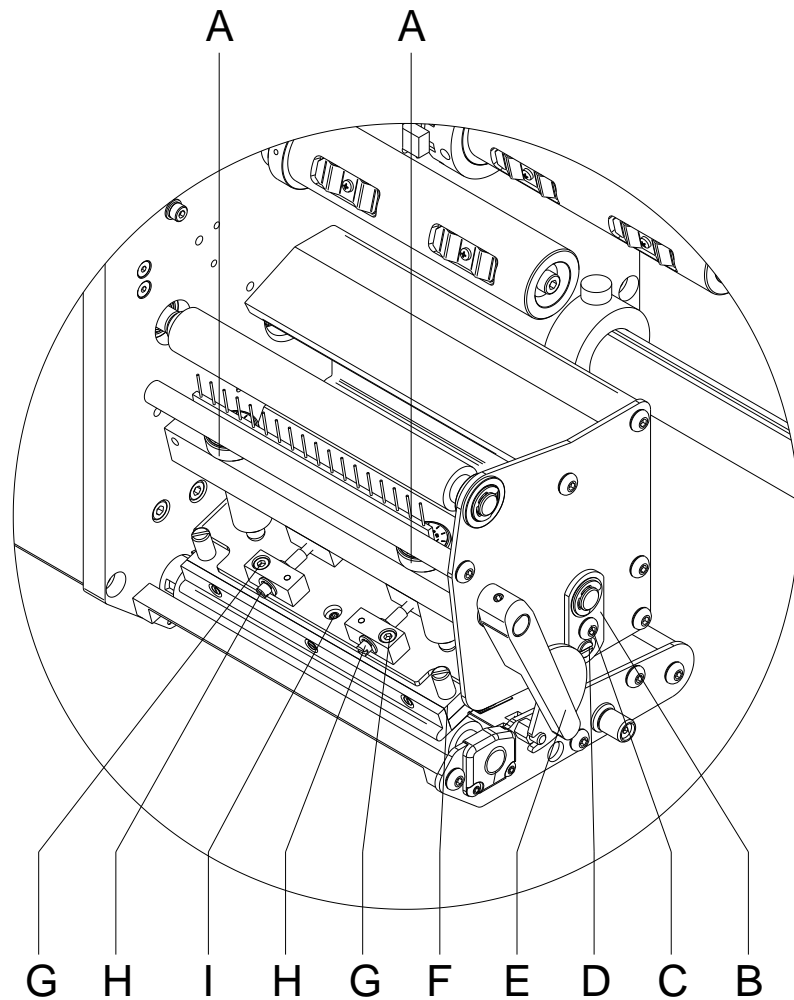

Abbildung 27
1. Andruckschrauben (A, Abbildung 27) drehen, um den Druckkopfandruck zu verändern.
2. Drehen der Andruckschrauben (A, Abbildung 27) bis an den Anschlag im Uhrzeigersinn ergibt eine Andruckerhöhung von 10N gegenüber der Werkseinstellung.
3. Drehen der Andruckschrauben (A, Abbildung 27) vom Anschlag gegen den Uhrzeigersinn auf entsprechenden Skalenwert laut Tabelle, ergibt die Werkseinstellung.